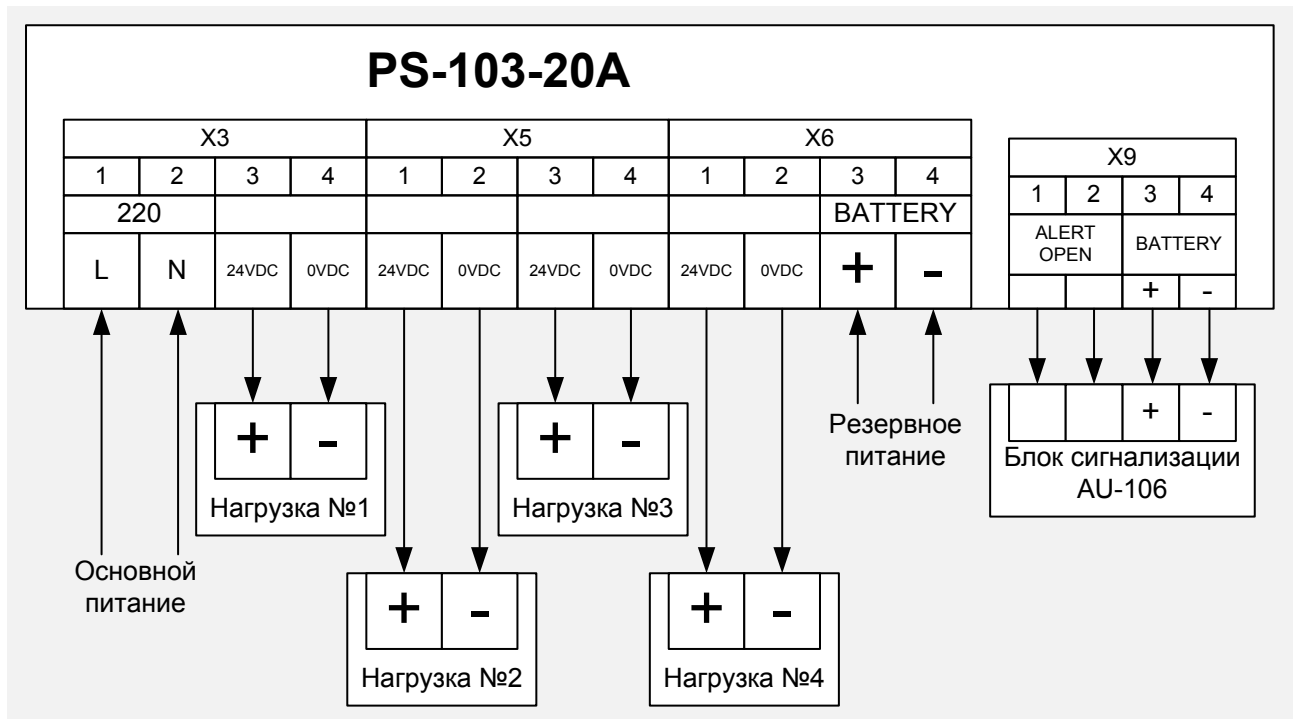

Рисунок 3. Схема подключения БП
5. Подсоедините подведенные провода к соответствующим клеммам на плате (смотрите Рисунок 3).